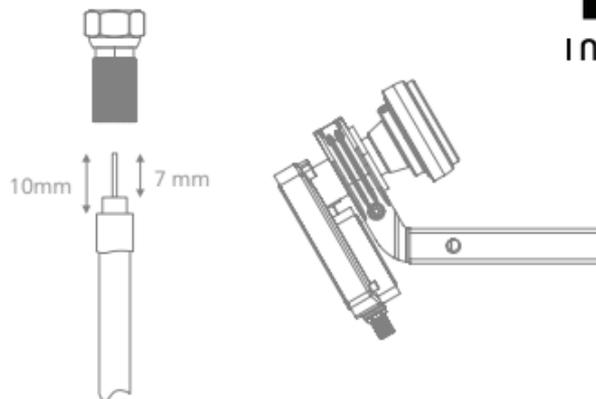

Fig. 4
2. Entfernen Sie die Isolierung vom Koaxialkabel und schrauben danach den F-Stecker\* auf das Kabelende (Abb. 4).